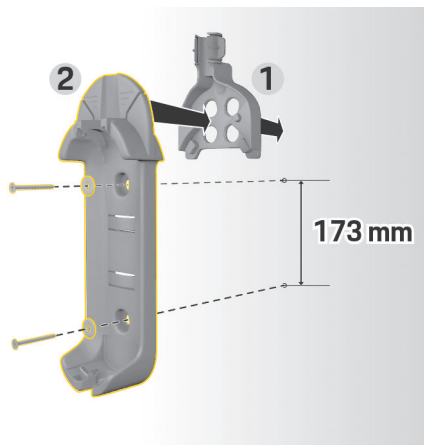

Fig. 490 Dimensiuni de găurire
3. Apăsați suportul de perete de bază 2 (Fig. 490) în ghidajul cablului 1 (Fig. 490) din față.